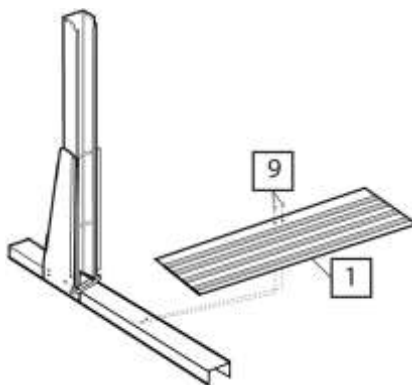

fig. 17
De acuerdo con las medidas $A = B$ y $C = D$, fig. 17, este paso es muy importante, no continuar si las medidas no son las mismas. Si no se realiza correctamente puede causar problemas en la instalación de la piscina.
Coloque una placa base (1) de 112 cm en cada módulo. La instalación de estas placas base con el lado estriado hacia arriba y el lado plano hacia abajo, uno de los bordes tiene un lado con dos orificios, esta parte tiene que estar hacia el pilar central, fig. 17.